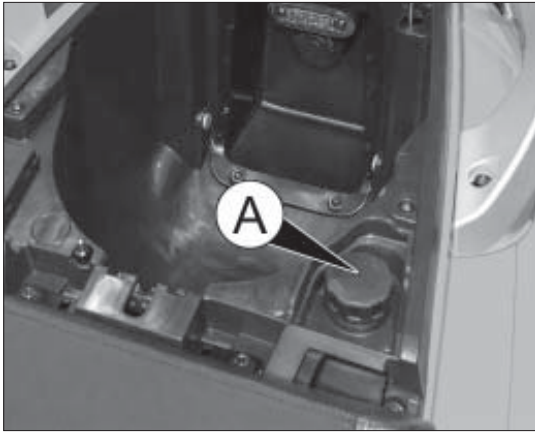

fig. 4
- desenrosque el tapón A fig.4 (color verde).